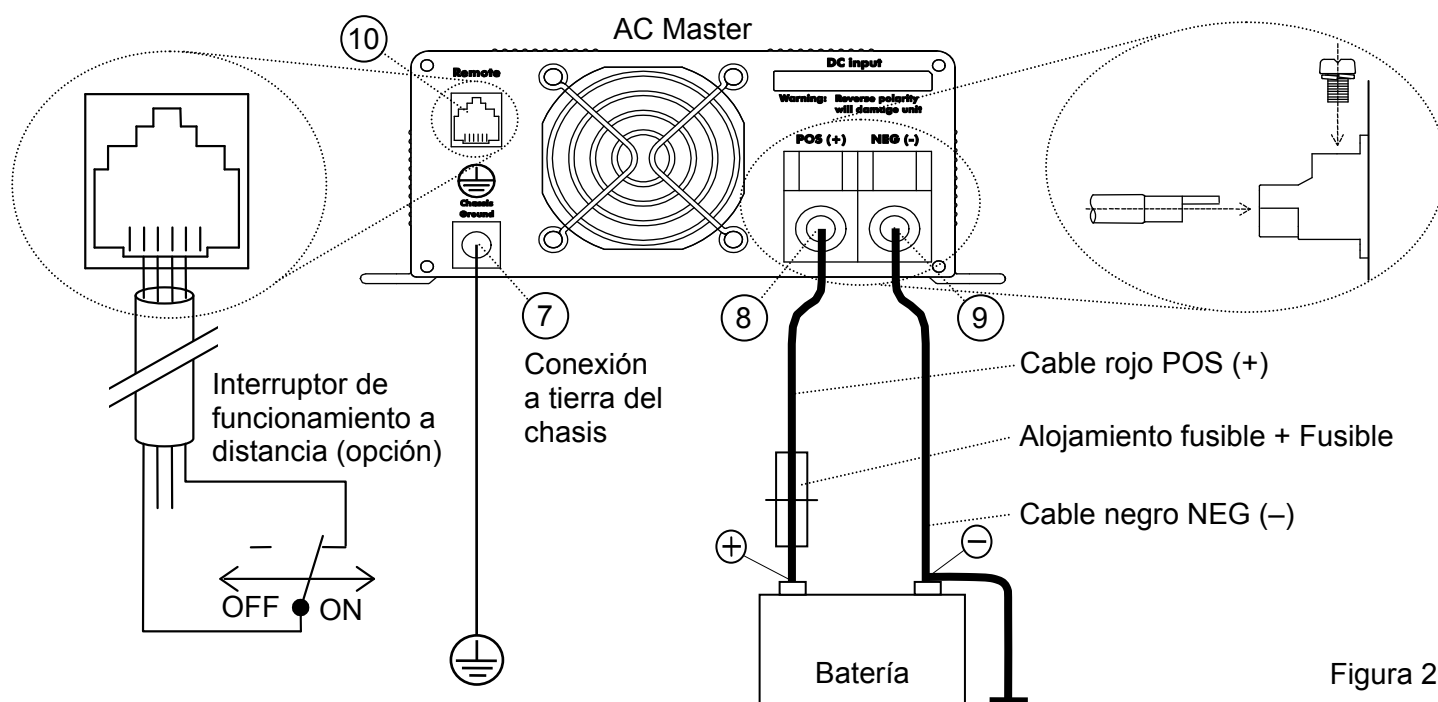

Figura 2
- Conecte el cable de CA como se muestra en la figura 2: el terminal negro (9) NEG (-) al polo negativo (-) de la alimentación eléctrica / batería, el terminal rojo (8) POS (+) al polo positivo (+) de la alimentación eléctrica / batería. Coloque un portafusible de CC en el cable positivo, pero no instale el fusible todavía. Monte el cable de CC exactamente como se indica. No coloque nada entre el terminal circular y la superficie del terminal. Asegúrese de que todas las conexiones de DC estén bien ajustadas. Par de torsión recomendado: 11,7-13 Nm.
- Conexión a tierra del chasis: Use un cable AWG8 / 6 mm² para conectar el terminal de conexión a tierra del chasis (8) a la conexión a tierra central
- NOTA: el conector neutral N de la salida de CA (ref. 2) no se conecta al terminal de conexión a tierra del chasis (ref. 7).
- Interruptor de funcionamiento a distancia (opción). Si desea que el AC Master funcione en un lugar distante puede instalar un interruptor como se indica en la figura 2. Cuando se cierra el contacto el AC Master se activa